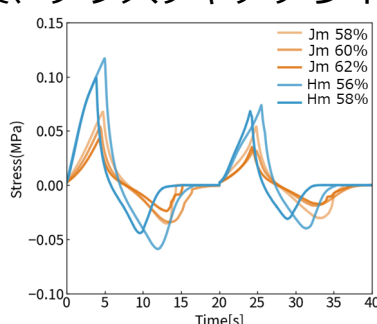
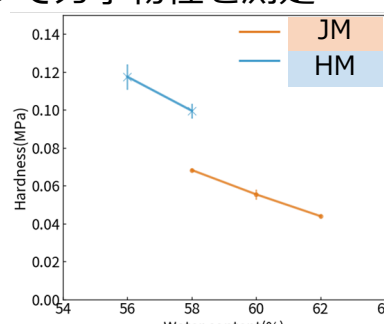

図1: テクスチャプロファイル
図2: 含水率毎の食品の硬さ
- ✓ 含水率や粉碎方法を変えると、蒸し調理後の食品のテクスチャを制御できる可能性があります(図1、図2)。